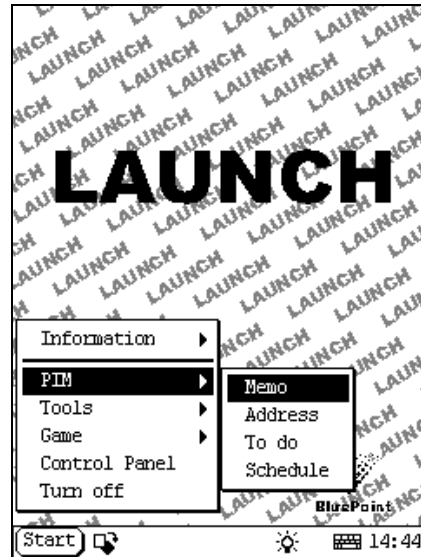

Abb. 4-15
- 3) Wählen Sie die erforderliche Funktion im Pop-up-Menü. Siehe Abb. 4-15.